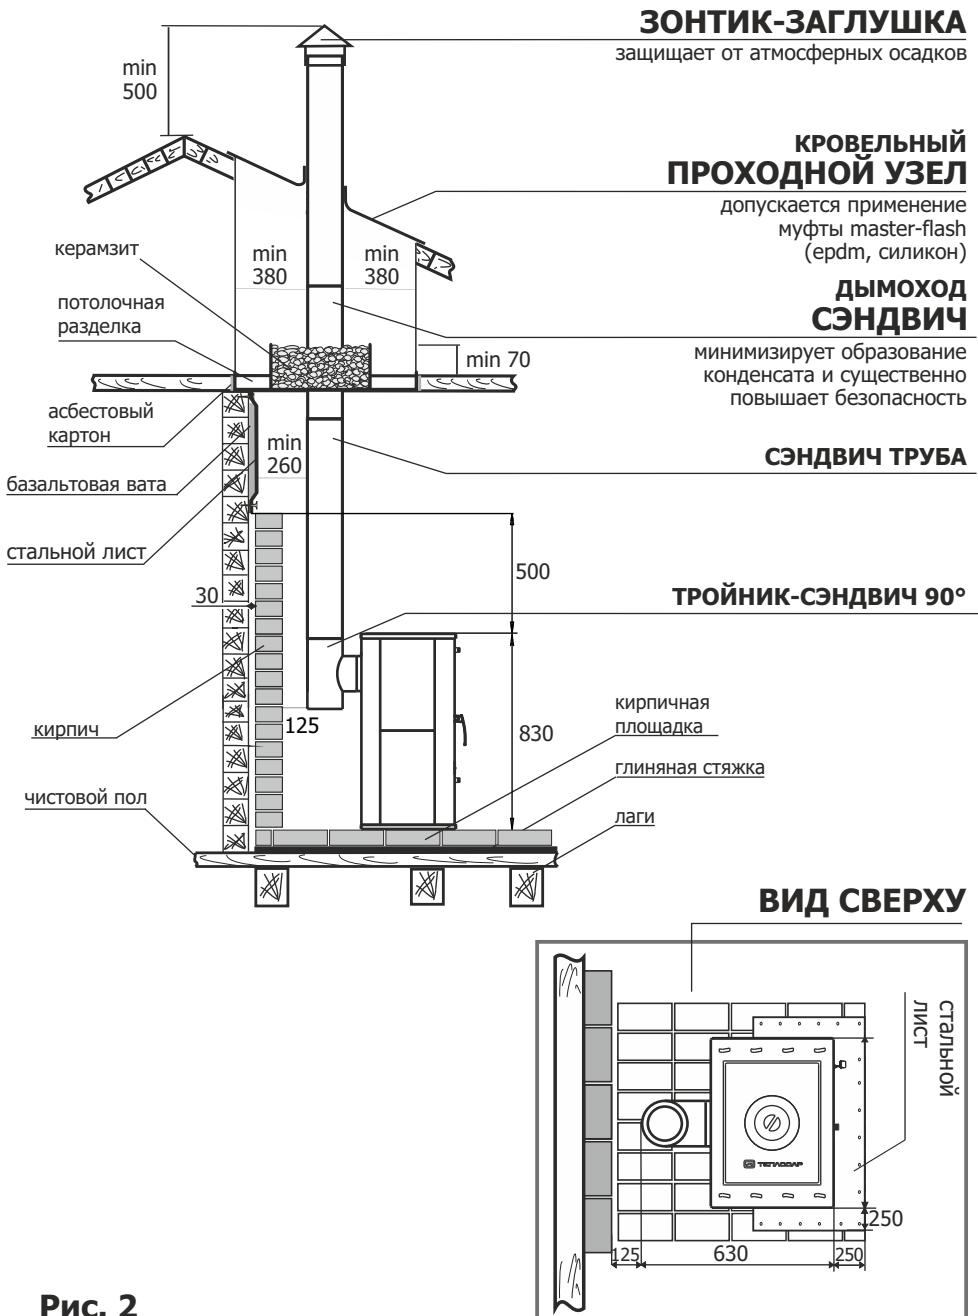

Рис. 2
- Наглядно схема установки камина представлена на Рис.2.